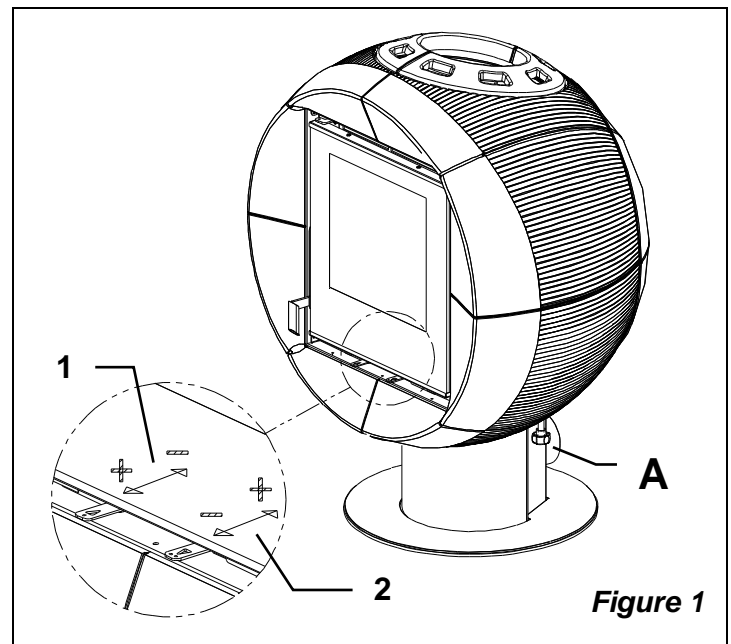

Figure 1
Caractéristique du modèle suivant est la possibilité de faire pivoter le corps de +/- 45°, par rapport à l'axe du socle, même lorsque l'appareil est en marche avec l'avantage de pouvoir le bloquer dans la position souhaitée au moyen d'une manette spécifique (Figure 1 pos. **A**)
Sous la porte du foyer à gauche on trouve le levier de commande du réglage de l'air primaire (Figure 1 pos 1). Avec ce réglage on modifie le passage de l'air qui entre dans la partie basse du poêle et, suivant un parcours de canaux appropriés, est conduit en direction du combustible. L'air primaire est nécessaire pour le processus de combustion en phase d'allumage. Le tiroir des cendres doit être vidé régulièrement de manière que la cendre ne puisse obstruer l'entrée de l'air primaire.
Sous la porte du foyer à droite on trouve le levier de commande du réglage de l'air secondaire (Figure 1 pos 2). L'air secondaire, en passant à l'intérieur des deux montants latéraux de la partie avant, se réchauffe et active la double combustion en permettant en même temps le nettoyage de la vitre (avec le réglage ouvert). Lorsque le levier est entièrement inséré le passage de l'air est totalement ouvert (Figure 1 pos.2).